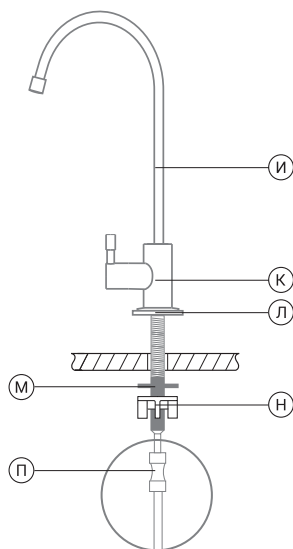

Рис. 15
2. Произведите монтаж крана (рис. 15) в следующей последовательности:
4. Фитинг 1/4" вместе с установленной в него трубкой подключите к штоку крана чистой воды (См. раздел «Присоединение гибких трубок» и (рис.15)).